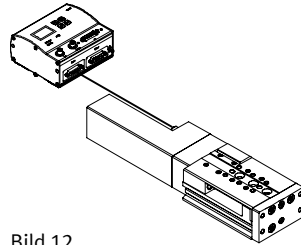

Bild 12
- Anslut SLTE-... till styrenheten via anslutningen **5** (se Bild 12).